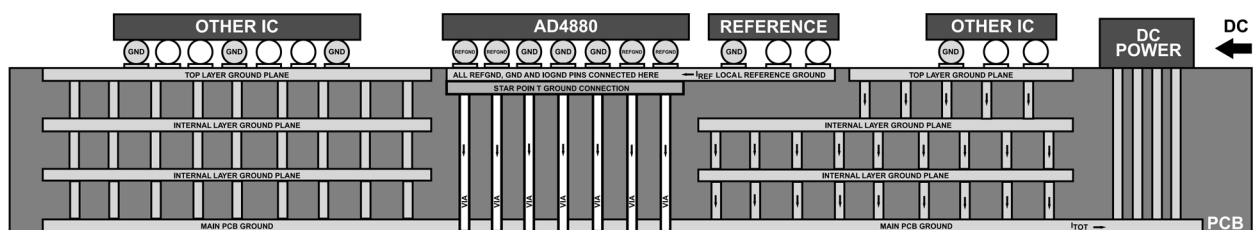

図 144. PCB グラウンド・プレーンの推奨レイアウト
- ▶ グラウンド・プレーンの分布を示す PCB ボードの側面断面図については、図 144 を参照してください。図 144 はグラウンド・プレーンのみを示しており、信号トラックは含まれていないことに注意してください。